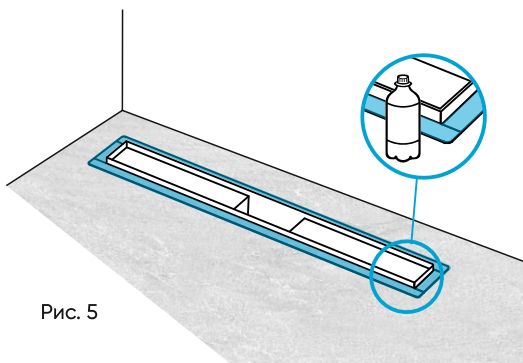

Рис. 5
4. Обезжирьте края корпуса лотка (рис. 5).